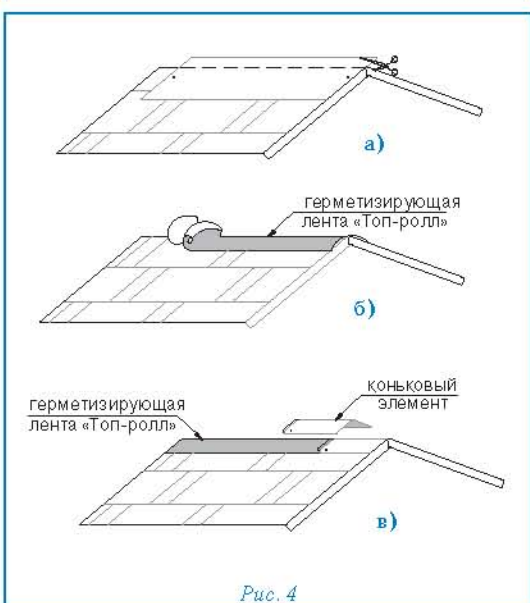

Рис. 4
Конек (рис. 4)
- Верхний ряд черепицы ПРЕСТИЖ КОМПАКТ МИНИ ЦИНК-ТИТАН доводится до линии конька (ребра), выступающие части листов обрезаются (рис. 4а);
- линии коньков и ребер герметизируются специальной самоклеящейся лентой «Топ-ролл» (рис. 4б);
- далее устанавливаются внахлест специальные коньковые элементы (направление укладки по преимущественному направлению ветра). Каждый коньковый элемент плотно прижимается к основанию кровли и фиксируется двумя гвоздями из нержавеющей стали длиной 35 мм, которые перекрываются следующим коньковым элементом (рис. 4в).